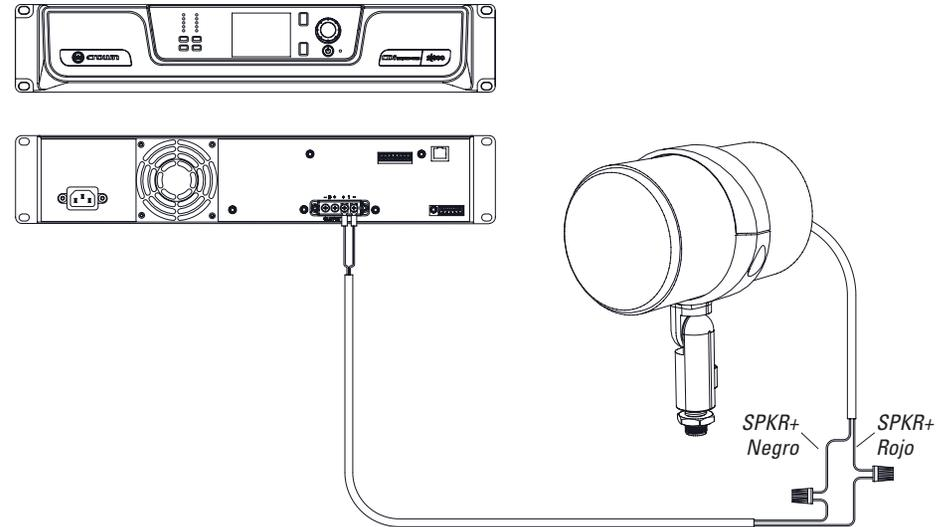

Figura 18
2. Conecta el cabo de entrada de altavoz rojo (+) con el cabo (+) de la salida del amplificador y el cabo de entrada de altavoz negro (-) con el cabo (-) procedente del amplificador (consulta la Figura 18). Utiliza conectores a presión o de torsión con el fin de obtener una conexión segura. Para disfrutar de mayor fiabilidad, realiza la conexión dentro de una caja de empalmes eléctricos impermeable IP65 subterránea.